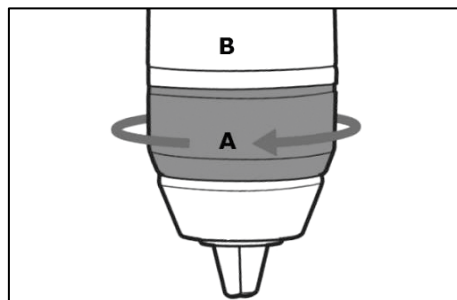

Рисунок 11.
Убедитесь, что сверло отцентрировано в зажимном патроне. Удерживая патрон за неподвижное основание (B) (рис. 11), вращайте зажимное кольцо патрона (A) по часовой стрелке – для фиксации сверла или против – для